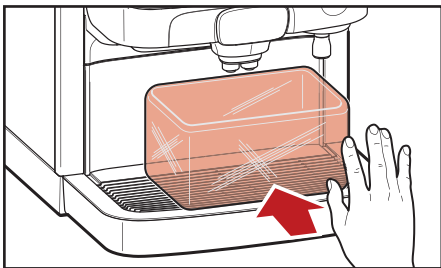

Abb. 5.5- Auffangbehälter unterstellen
7. Stellen Sie einen Auffangbehälter unter die Getränke- und Heißwasserausläufe. (Abb. 5.5)